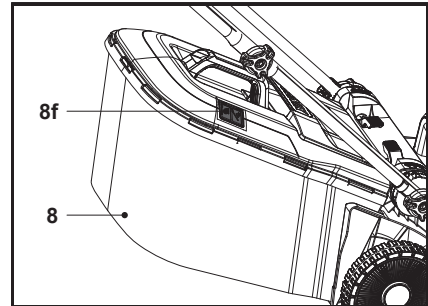

Fig. 12
2. Cuando la trampilla (8f) se cierra, el recogedor de hierba (8) está lleno y debe vaciarse (Fig. 12).